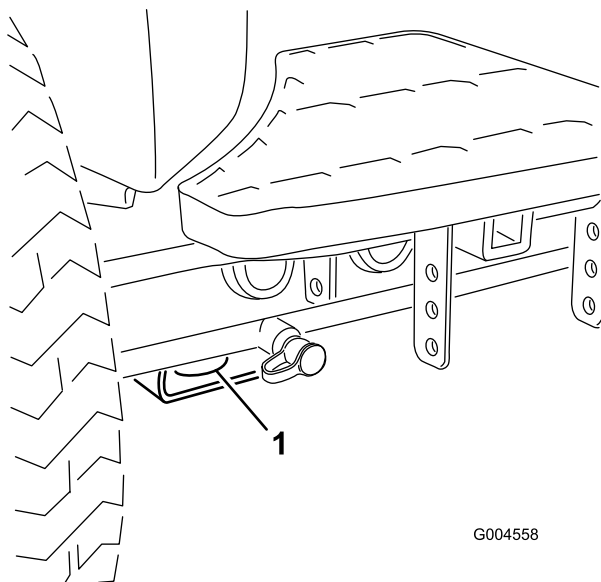

Рисунок 47
- В передней части – используйте отверстие в прямоугольной подкладке под трубой моста внутри каждого переднего колеса (Рисунок 47).